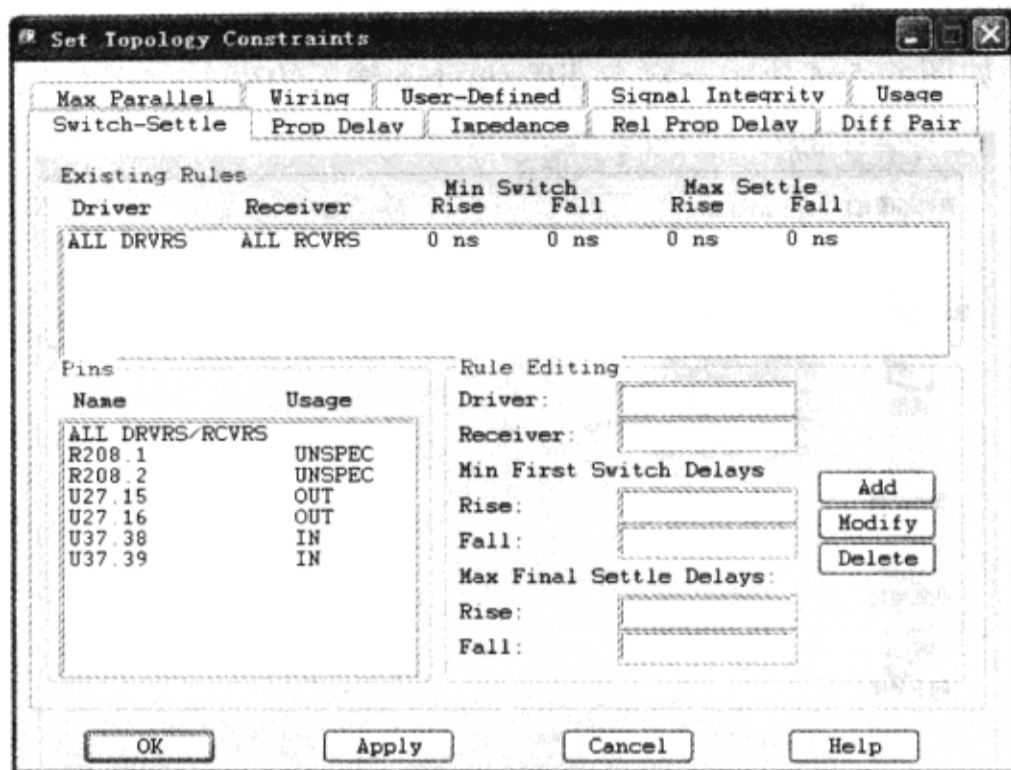

图6-5-2 “Set Topology Constraints”对话框
(2) 从“SigXplorer PCB SI GXL”窗口执行菜单命令“Setup”→“Constraints...”，弹出“Set Topology Constraints”对话框，如图6-5-2所示。